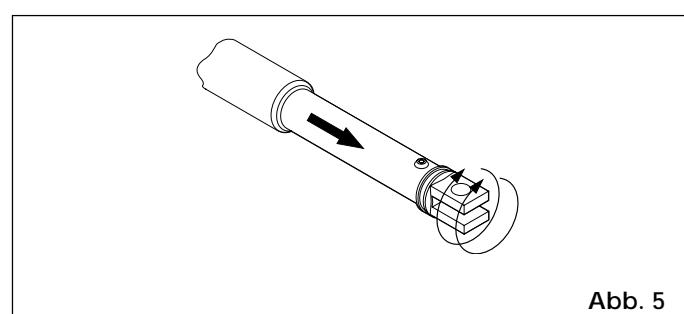

Abb. 5
- 4) Spindel bis zum Anschlag ausfahren (Abb. 5).
- 6) Spindel zweimal im Uhrzeigersinn drehen (Abb. 5).